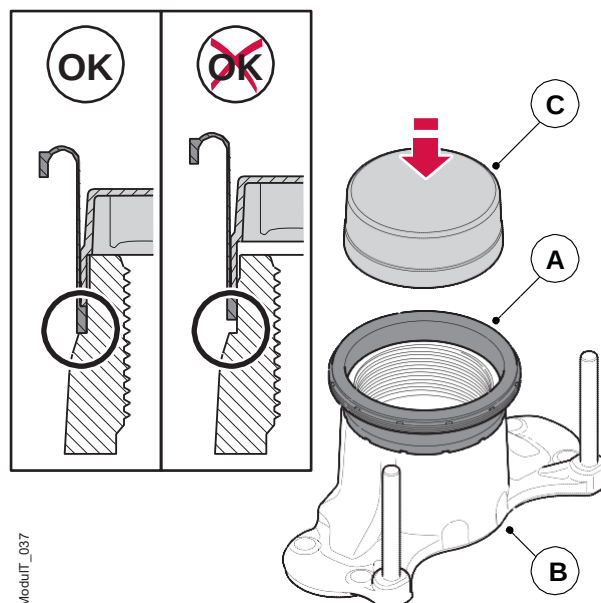

Figura 44. Encaixe dos foles do fuso de ajuste
4. Manualmente, usando a ferramenta especial Haldex P/N 95224 (C) "6 Ferramentas", pressione firmemente o fole do fuso de ajuste (A) na posição na placa de encosto (B). Consulte a figura 44.